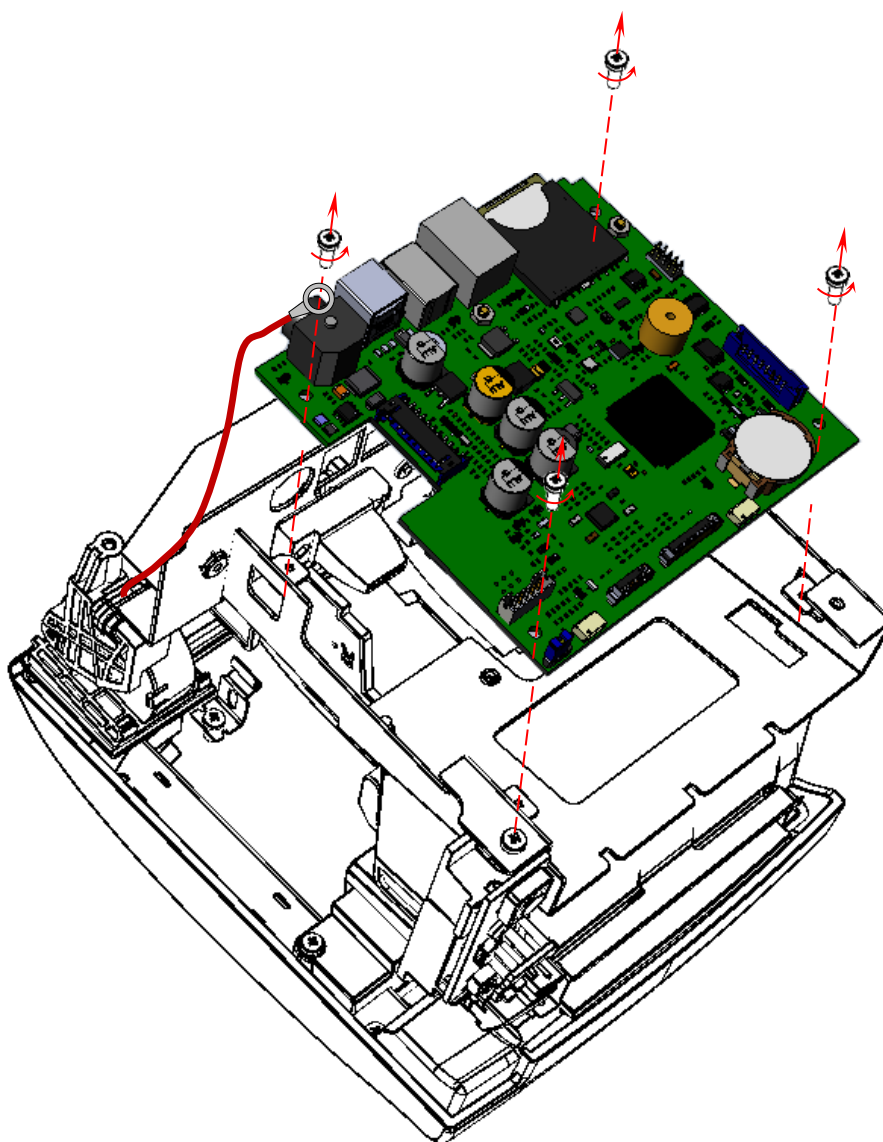

Рисунок 17.Отделение БУ от корпуса ККТ (кабели основных составляющих условно не показаны)
- 15** Вкрутить винты крепления, учитывая расположение кабеля заземления (см. рисунок 17).